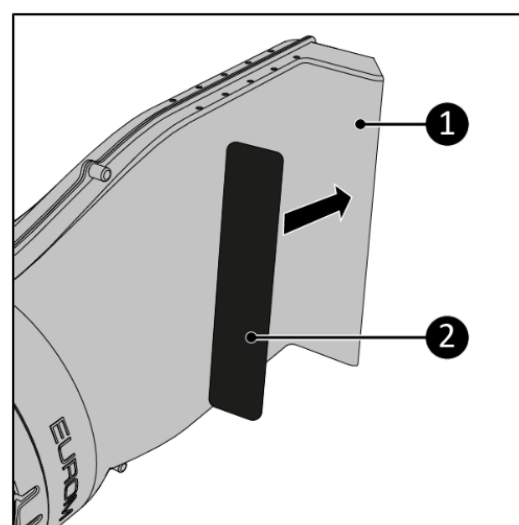

Figura 4.
5. Lipiți spuma anti-alunecare de 40 x 220 mm (Figura 4, articolul 2) pe interiorul prizei(15)(Figura 4, articolul 1).